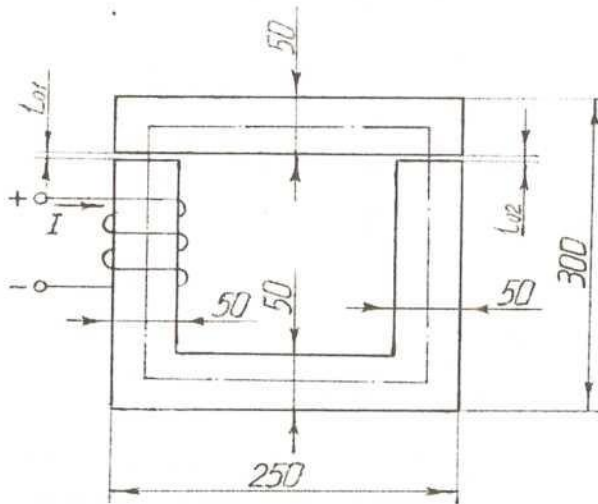

Рис.10
Магнитопровод, выполненный из электротехнической стали, имеет два воздушных зазора $l_{01} = l_{02} = 0,9$ мм. Магнитный поток в сердечнике $\Phi = 3,375 \cdot 10^{-3}$ Вб, толщина сердечника $b = 45$ мм, геометрические размеры магнитопровода в мм указаны на рис.10. Ток в катушке $I = 2$ А.
- 1) Проведена средняя магнитная линия на рис.10 пунктиром и по ней цепь разделена на однородные участки с одинаковым поперечным сечением S и абсолютной магнитной проницаемостью μ_a . Таких участков два: сталь и воздух. Длины участков: